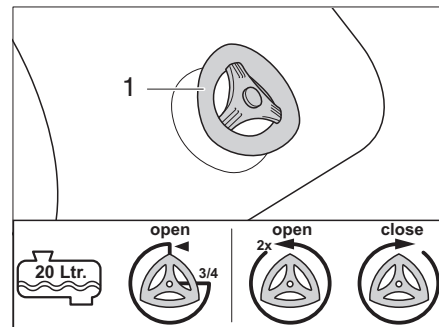

Bild 370 Avtappningskran
- 1/2 full eller mindre: Vrid avtappningskranen (Bild 370,1) ett 3/4-varv moturs. Vattnet rinner ut.
- 3/4 full och mer: Vrid avtappningskranen (Bild 370,1) 2 varv moturs. Vattnet rinner ut.
- Stäng avtappningskranen (Bild 370,1) medurs.